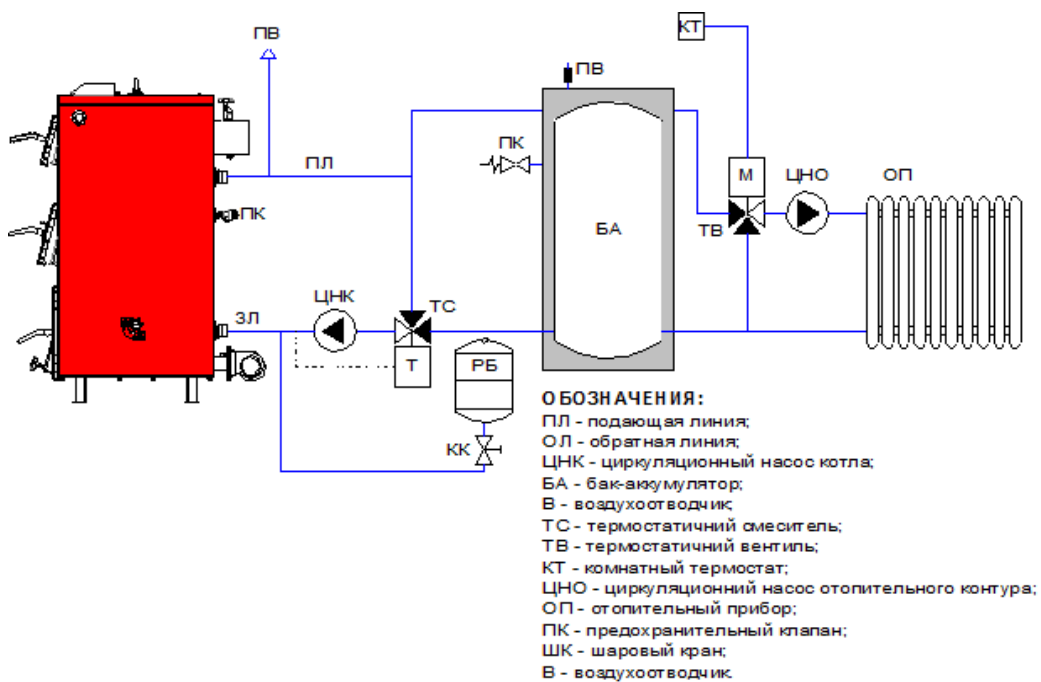
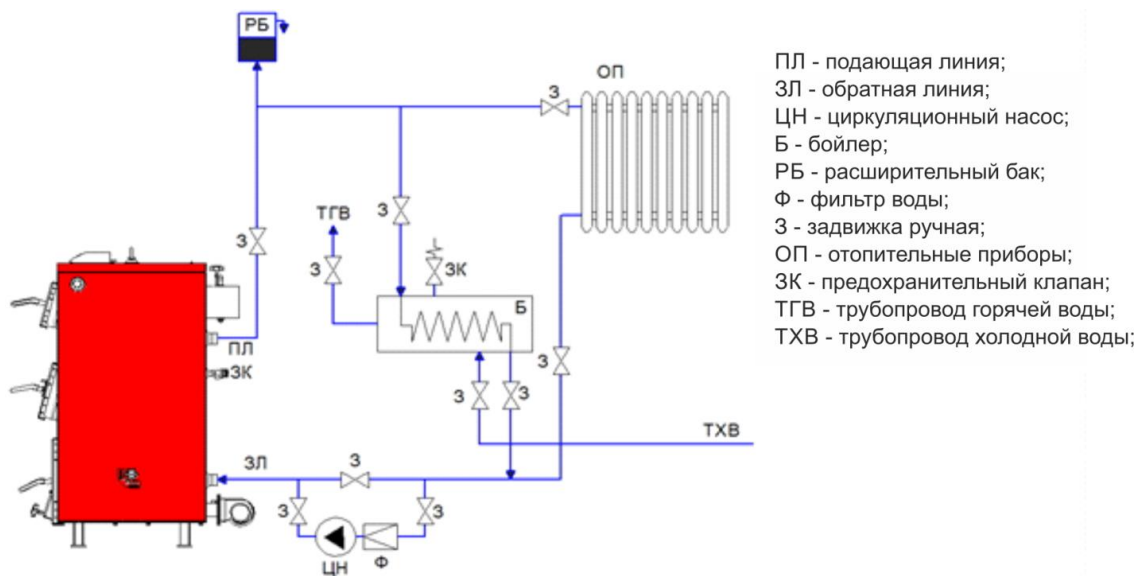

Рис.6 Схема обвязки котла с баком аккумулятором (рекомендованная)
Рис.7 Схема обвязки котла с бойлером (рекомендованная)
- 7.5.4. Типичные схемы обвязки котла приведены на Рис.6, Рис.7.